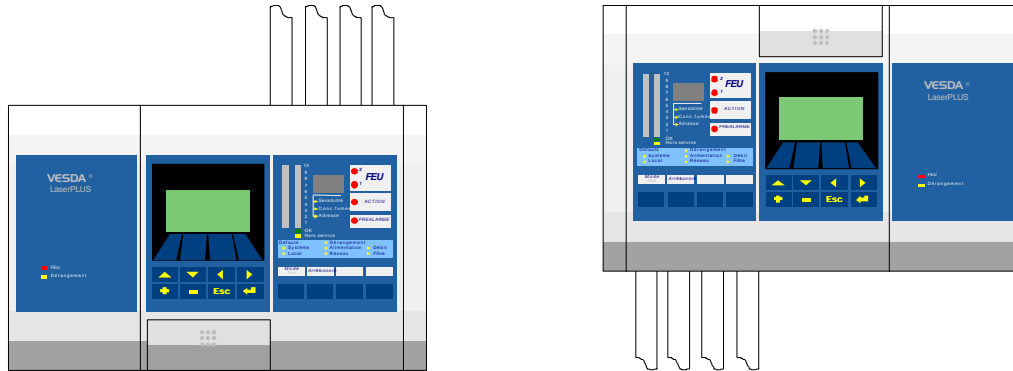

Figure 4. Les deux orientations possible du détecteur. L'orientation normale est présentée à gauche, l'orientation inversée à droite
2. Se reporter à la Figure 4. A gauche dans l'emplacement, se trouvent les deux vis imperdables qui fixent la face avant sur le boîtier de montage. Desserrer ces vis.
8. Insérer un tournevis dans le trou situé sur l'écran et retirer le module d'Affichage en poussant légèrement. Voir la figure 4 ci-dessous.